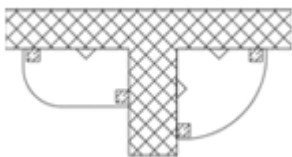

Рисунок 2. Схема рекомендуемых мест крепления ванн к стене
2. Приложите поочередно скобы крепления ванны к стене на место их установки и через отверстия для шпилек отметьте карандашом места для сверления отверстий под дюбеля рис. 2.
4. Просверлите отверстия в местах установки монтажных шпилек, согласно отметок рис.2.